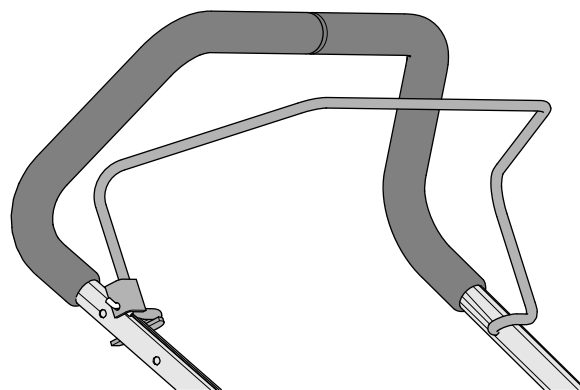

Figura 12
4. Introducei capătul manetei de prezenă a operatorului în bara de ghidare, strângei uor celălalt picior al manetei i introducei maneta în bara de ghidare (Figura 12).